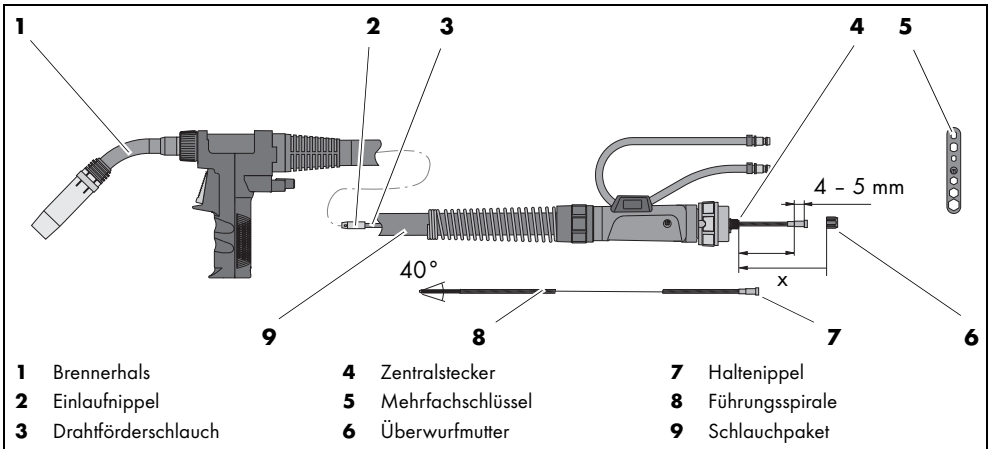

Abb. 3 Führungsspirale
- ⇒ Abb. 3 Führungsspirale auf Seite DE-9